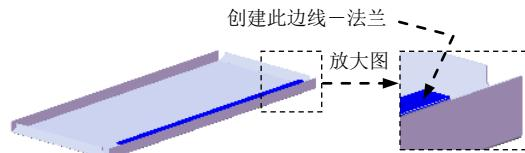

图 17.9.18 创建边线-法兰 5
Step6. 创建图 17.9.18 所示的边线法兰 5。
(1) 选择命令。选择下拉菜单 **插入(I)** → **钣金(B)** → **边线法兰(E)...** 命令，系统弹出“边线法兰”对话框。